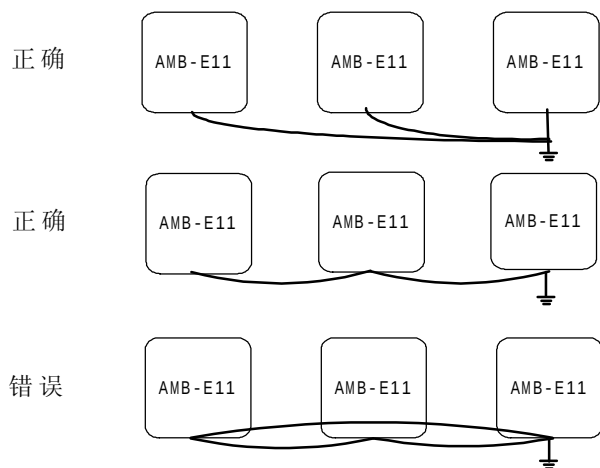

图 2-16 接地线连接方法
- ② 接地线切勿与焊接机或电机等动力设备共用。
- ③ 接地线请按电气设备技术标准所规定的导线线径规格, 并与接地点尽可能短。
- ④ 同时使用两台以上变频器的场合, 请勿将接地线形成回路。正确接地方法与错误接地方法如图 2-16 所示。